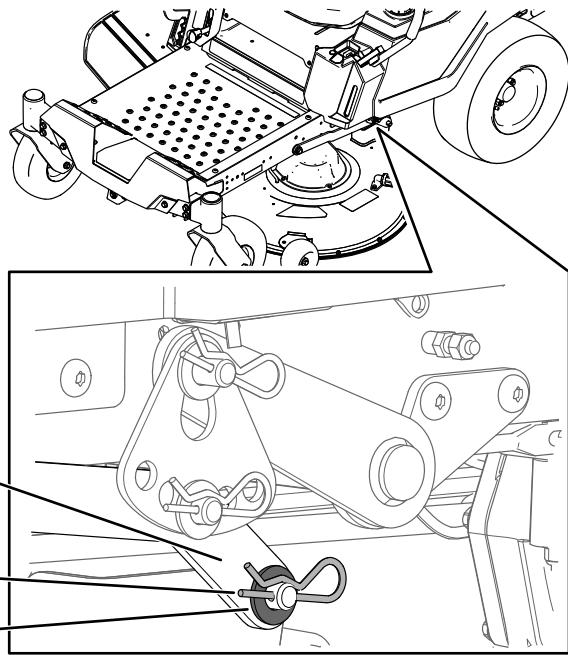

Figura 66
- En un lado de la máquina, retire la arandela y la chaveta del pasador de la carcasa (Figura 66).
- Retire el brazo de elevación del pasador de la carcasa (Figura 66).
- En un lado de la máquina, levante la parte trasera de la carcasa de corte e instale el brazo de elevación en el pasador de la carcasa (Figura 66).
- Instale el brazo de elevación usando la arandela y la chaveta (Figura 66).